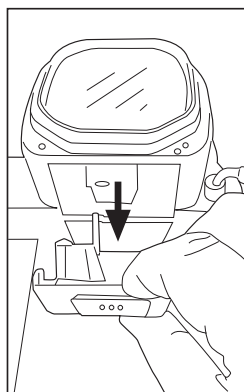

Fig. 17
- Dopo aver impugnato la tramoggia, applicare una leggera pressione per sganciarla dal corpo macchina (**Fig.17**)